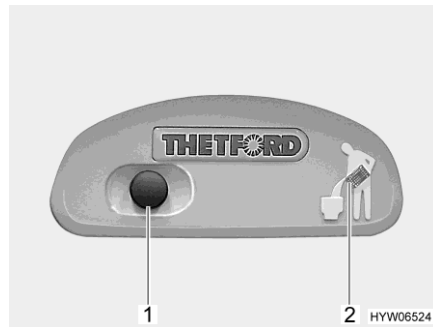
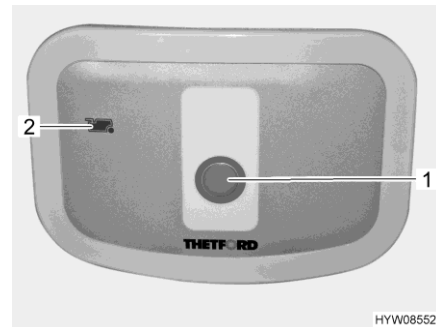

Bild 274 Spülknopf/Kontroll-Leuchte Thetford-Toilette
Bild 275 Spülknopf/Kontroll-Leuchte Thetford-Toilette (Alternative)
- Zum Spülen den blauen Spülknopf (Bild 274,1 bzw. Bild 275,1) drücken.
Die Kontroll-Leuchte (Bild 274,2 bzw. Bild 275,2) leuchtet, wenn der Fäkalientank entleert werden muss.